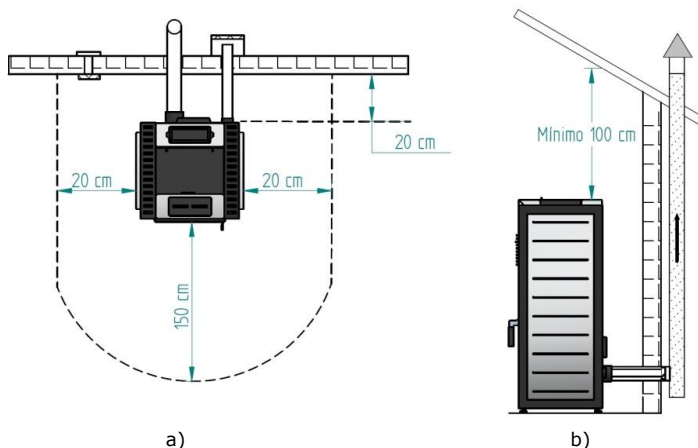

Figura 9 - Distancias mínimas de todas las superficies: a) vista superior de la instalación del equipo; b) vista lateral de la instalación del equipo
En la Figura 9 se representan las distancias mínimas de la estufa de *pellets* a las superficies que son especialmente inflamables.
- Según se indica en la Figura 9, el conducto de extracción se debe realizar de modo que la limpieza y el mantenimiento estén asegurados mediante puntos de inspección.